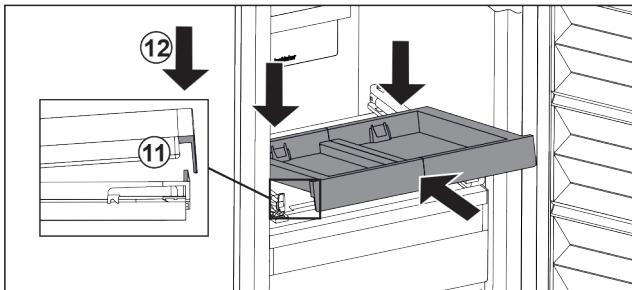

Fig. 127
- Gurnite ukoso. Pazite na to da je na obje strane graničnik iza jezičca. Fig. 127 (11)
- Spustite izvlačnu ploču naprijed. Fig. 127 (12)